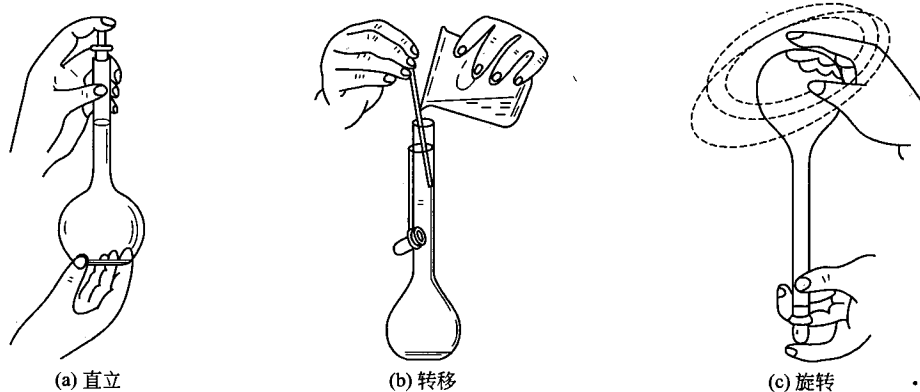

图 1-4 容量瓶的使用
使用时，为了避免沾污或搞错，可用橡皮筋或细绳将玻璃磨口塞系在瓶颈上，如图 1-4 (b) (见下节) 所示；平顶的塑料塞子可直接倒置在桌面上放置。
- ① 按所需求的体积选择容量瓶的容积。
- ② 若配制见光易分解物质的溶液，应选择棕色容量瓶。
- ① 加水至标线附近，盖好瓶塞后用滤纸擦干瓶口。
- ② 用左手食指按住塞子，其余手指拿住瓶颈标线以上部分，右手指尖托住瓶底边缘，如图 1-4 (a) 所示，将瓶倒立 2min 以后正置。
(1) 配制准确浓度的溶液
① 溶解。准确称量 $1.5 \sim 2.0\text{g}$ (精确至 0.0002g) 固体 Na_2CO_3 置于小烧杯中，用约 50mL 蒸馏水将上述 Na_2CO_3 溶解。
② 转移。右手拿玻璃棒伸入容量瓶内 $1 \sim 2\text{cm}$ ，使其下端靠着容量瓶瓶颈内壁，上端不碰瓶口；左手拿烧杯，让烧杯嘴紧贴玻璃棒，慢慢倾斜烧杯，使溶液沿玻璃棒向容量瓶内流入，如图 1-4 (b) 所示。溶液流完后，将烧杯沿玻璃棒轻轻提起，同时将烧杯直立，使附在玻璃棒及烧杯嘴之间的液滴流回烧杯，并将玻璃棒放回烧杯。注意：不要使溶液流到烧杯或容量瓶的外壁而引起误差，玻璃棒的上端不能靠在烧杯嘴。用蒸馏水将玻璃棒和烧杯内壁
③ 定容。加蒸馏水至容量瓶容积的 $3/4$ 左右时，用左手食指和中指夹住容量瓶瓶塞的扁头，右手指尖托住瓶底将容量瓶拿起，水平方向旋摇几周，使溶液初步混匀。继续加蒸馏水至容量瓶标线以下 1cm 处，放置 1~2min 使附在瓶颈的溶液流下，然后用滴管（或洗瓶）逐滴加蒸馏水至弯液面与容量瓶标线相切。若溶液为无色或浅色溶液，均应使弯液面的最低点与刻度线上边缘的水平面相切，视线应与刻度线上边缘在同一水平面上。若溶液为深色溶液，则应使弯液面两侧最高点与刻度线上边缘的水平面相切，视线应与刻度线上边缘在同一水平面上。
④ 摇匀。盖紧瓶塞，用左手食指按住瓶塞，其余四指拿住瓶颈标线以上部分。右手指尖托住瓶底边缘，将容量瓶倒转，如图 1-4 (c) 所示，使气泡上升到顶部。同时将容量瓶振荡数次，然后将容量瓶直立，让溶液完全流下。重复摇匀操作 10 次以上（注意要数次提起瓶塞），将溶液混合均匀。
⑤ 将容量瓶放正，打开瓶塞，将溶液转入试剂瓶。用毕后洗净，在瓶口和瓶塞间夹一纸片，放在指定位置。
(2) 定量稀释溶液 用移液管移取一定体积的浓溶液于容量瓶中，加蒸馏水至 $3/4$ 左右容积时初步混匀，再加蒸馏水至标线处，按前述方法混匀溶液。